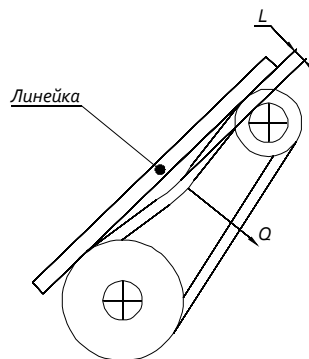

Рис. 7. Натяжение ремня
- 8.4. Периодически проверяйте натяжение приводного ремня. Неправильное натяжение вызывает его быстрый износ. Ремень считается правильно натянутым, если прогиб ремня между шкивами от усилия $Q = 30$ кгс составляет $L = 12 \dots 15$ мм. (рис. 7).